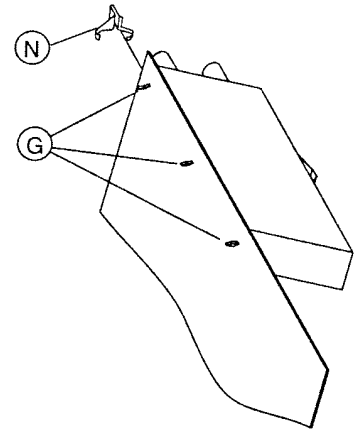

Fig. 5
- Vor dem Austausch der Chassisplatte Massefeder (N) (Fig. 5) entfernen und diese unbedingt am Austauschbaustein anbringen.
- Befestigungslaschen (G) lösen und Tuner/Modulator-Baustein auslöten (Fig. 5).
- Before replacing the Chassis Board, remove the chassis spring (N) (Fig. 5) and ensure that it is fitted to the replacement module.
- Loosen the mounting hooks (G) and unsolder the Tuner/Modulator Module (Fig. 5).